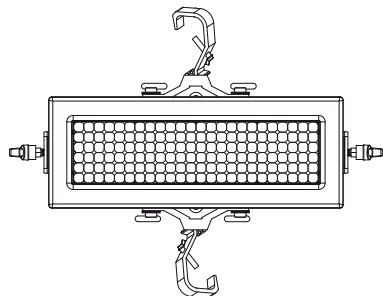

图2.2 侧挂安装图
- ◆ 灯具在空中吊挂时，通常会安装保险绳索，但其必须要能承受灯具十倍以上重量。你必须使用带有保险扣的保险绳。保险绳索从灯具底部的孔穿出来，再绕过灯架或其他固定物，最后把保险绳索末端插紧保险扣并把螺丝拧紧，如图2.2所示。